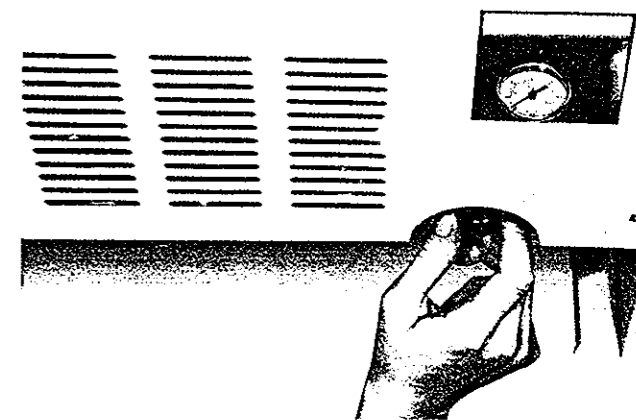

Fig. 8
- 1- Aprire il rubinetto posto sotto la griglia della caldaia nella parte destra (vedi fig.8), fino a raggiungere una pressione di circa 1,5 bar; a riempimento effettuato chiudere il rubinetto.